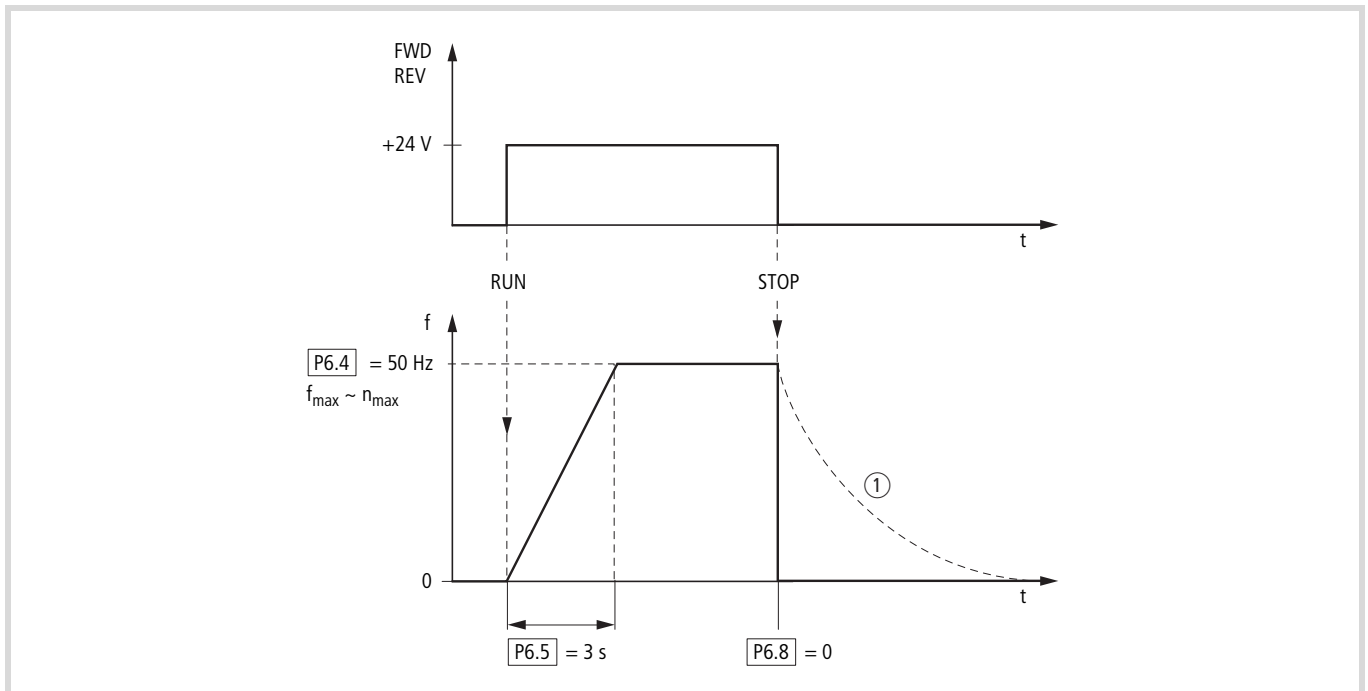

Abbildung 59: Start-Stopp-Befehl bei maximaler Sollwertspannung, Beschleunigungsrampe 3 s
Abbildung 59 auf Seite 59 zeigt beispielhaft den Verlauf, wenn das Freigabesignal (FWD/REV) angeschaltet wird und die maximale Sollwertspannung (+10 V) anliegt. Der Motor folgt in seiner Drehzahl der Ausgangsfrequenz, in Abhängigkeit vom Last- und Trägheitsmoment (Schlupf), von null bis  $n_{\text{max}}$ .
Wird im Betrieb das Freigabesignal (FWD, REV) abgeschaltet, so wird der Wechselrichter sofort gesperrt (STOP) und die Ausgangsfrequenz auf null gesetzt. Der Motor läuft ungeführt aus (siehe ① in Abbildung 59, Seite 59).